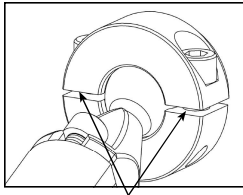

Fig. 2A Alignement correct
- (Fig. 2A, 2B) Bien que les rotules moletées éliminent les mouvements non désirés des coussinets, les collets doivent être serrés avec la même tension pour atteindre leur force de serrage maximum.